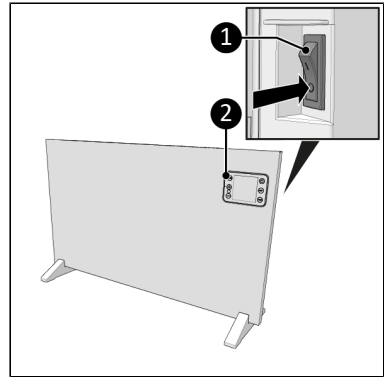

Abbildung 50.
1. Stellen Sie den EIN/AUS-Schalter auf EIN (Abbildung 50, Pos. 1).
2. Die Anzeige (Abbildung 50, pos. 2) zeigt EIN an.